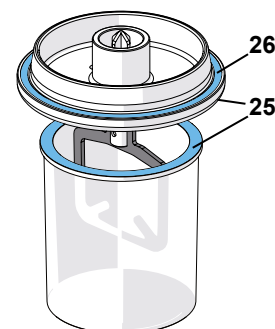

рис. 10
- ⇒ Обратит внимание на чистый край стакана и крышки (25, рис. 10)!
- ⇒ Подсоединить стакан к прибору (14).